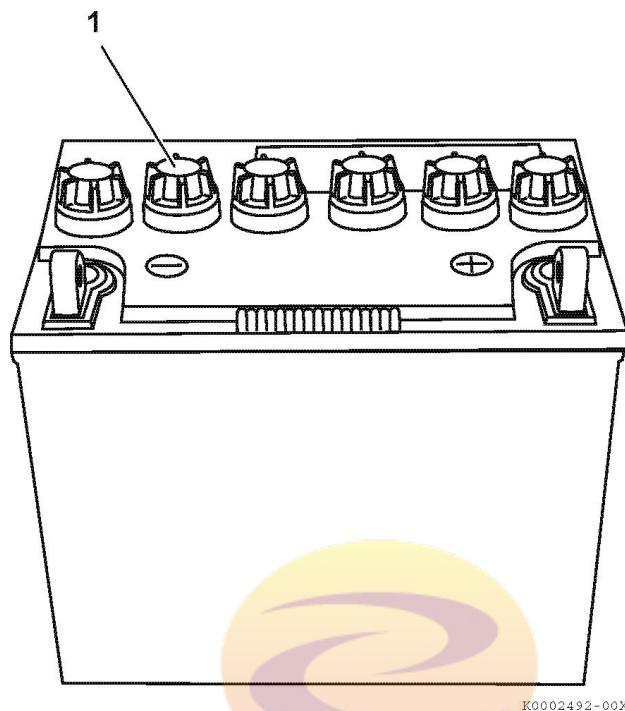

Рисунок 21
10. Вставьте пробки (Рисунок 21, (1)) в аккумуляторную батарею. Закрутите пробки рукой. Не рекомендуется слишком сильно закручивать пробки.